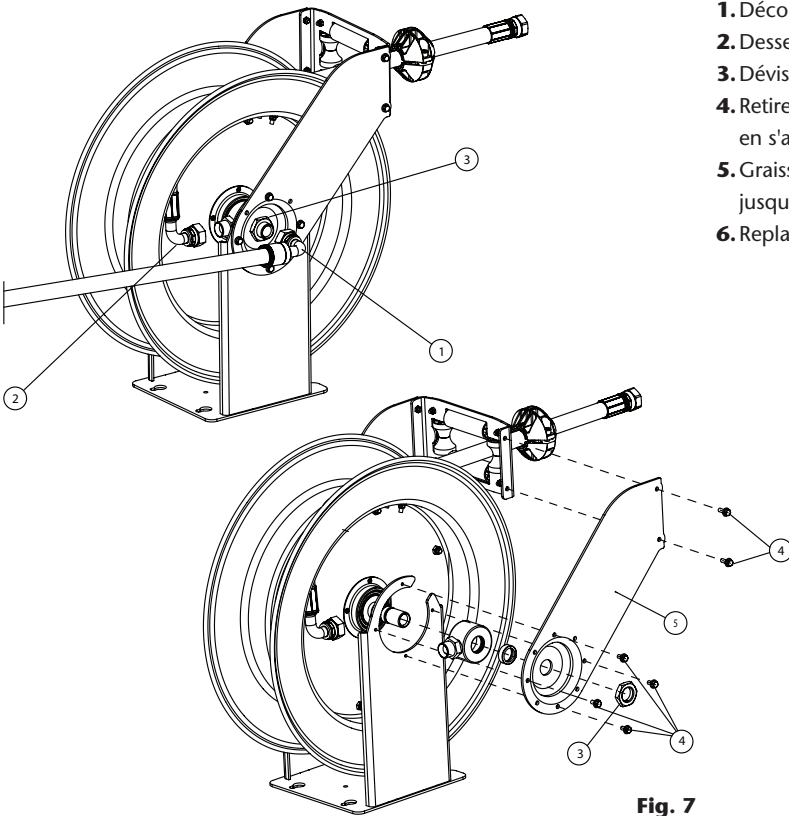
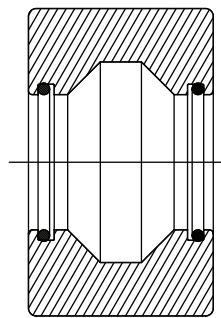

Fig. 7
Fig. 8
1. Déconnecter le flexible de l'axe central (1) et de la rotule (2) (Fig. 7).
2. Desserrer l'écrou prisonnier (3) et le retirer.
3. Dévisser les vis (4) et retirer le bras (5).
4. Retirer la rotule et la remplacer par une nouvelle ou remplacer les joints en s'assurant qu'ils sont en position correcte (Fig. 8).